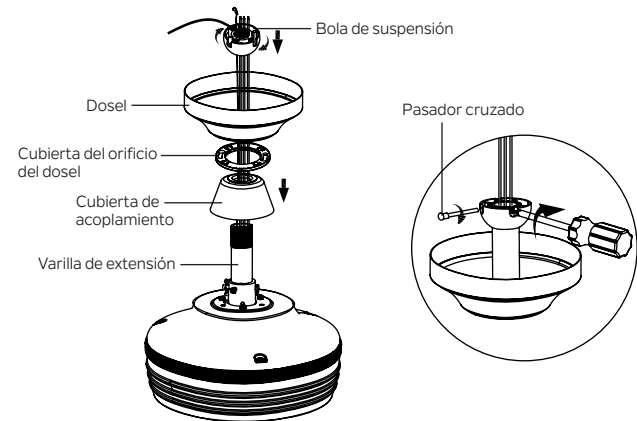

Figura 9
**Paso 5.** Deslice la cubierta del acoplamiento, la cubierta del orificio del dosel y el dosel sobre la varilla de extensión. Vuelva a instalar con cuidado la bola de suspensión en la varilla. Asegúrese de que el pasador transversal esté en la posición correcta y que el tornillo de fijación esté apretado y que los cables no estén torcidos. (Figura 9)